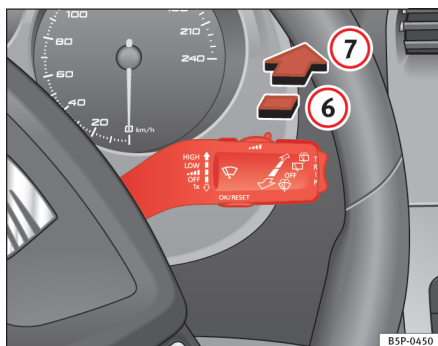

Fig. 88 Betjeningsarm til viskere og sprinklere: bagrudevisker
- Tryk armen fremad i hak **6** ⇒ fig. 88. Viskeren kører ca. hvert 6. sek.
- Tryk armen helt fremad i position **7** ⇒ fig. 88. Sprinkleranlægget starter med det samme, mens viskeren først begynder at køre lidt senere. Når du holder armen i denne position, er både bagrudeviskeren og sprinkleranlægget i gang.